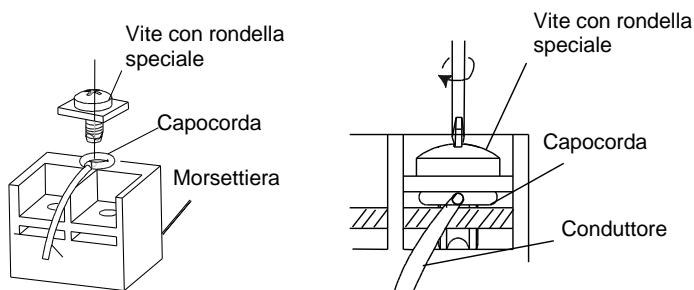

Fig. 27
- d) Inserire il capocorda nella morsettieria e avvitare saldamente con la vite (fig. 27)